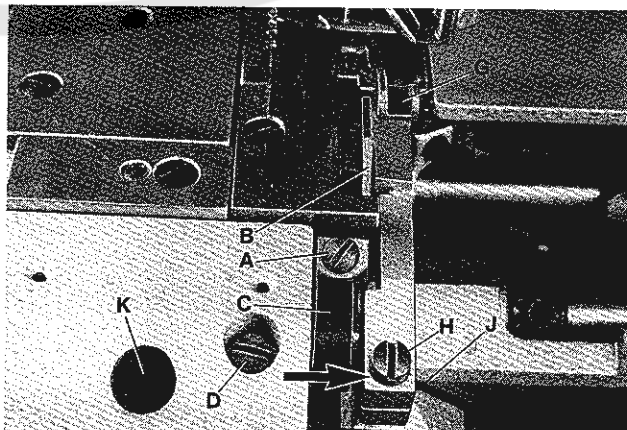
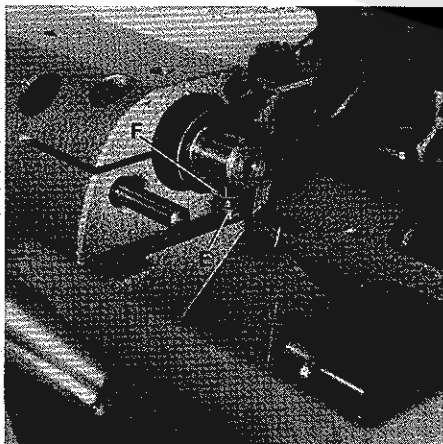
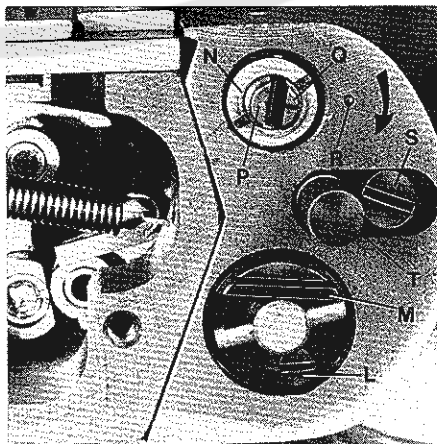

Fig.50
Fig. 51
Fig. 52
Remove the edge guide. Loosen screw (A, Fig. 50) in lower knife holder (C) and move lower knife (B) up or down until its cutting edge is parallel and flush with throat plate top surface. Retighten screw (A).
Note: Lower knife holder (C, Fig. 50) is set at the factory so the cutting edge of lower knife is parallel with top surface of throat plate.
When replacing the lower knife holder it has to be set accordingly. Loosen screw (D, Fig. 50) and turn lower knife holder (C) until the cutting edge of lower knife is parallel with top surface of throat plate. Secure this setting with stop screw (E, Fig. 51) and lock nut (F) in lower knife holder. Retighten screw (D, Fig. 50).
Loosen screw (D, Fig. 50) and align the width of trim to the right needle by moving lower knife holder (C) laterally. If this adjustment is obstructed by the upper knife (G), loosen screw (H) and move the upper knife to the right. Retighten screw (D) and also screw (H) if loosened, after setting the lower knife.
Check after making this setting, if the upper knife holder (J, Fig. 50) can be moved in direction of the arrow (see Fig. 50) against the pressure of the spring. If this is not possible, loosen screw (H) and move the upper knife holder (J) accordingly to the right. Retighten screw (H).
Remove the cylinder cover and loosen screw (L, Fig. 52). Adjust by means of stop (M) the highest obtainable throw of upper knife. Retighten screw (L) and rotate pulley until the upper knife is in its down position.
Entfernen Sie die Stoffkantenführung. Lösen Sie die Schraube (A, Fig. 50) im Untermesserhalter (C) und schieben Sie das Untermesser (B) nach oben oder unten bis die Schneide parallel und auf gleicher Höhe mit der Stichplattenoberfläche steht. Ziehen Sie die Schraube (A) wieder an.
Beachten Sie: Der Untermesserhalter (C, Fig. 50) wird im Werk so eingestellt, daß die Schneide des Untermessers parallel zur Stichplattenoberfläche steht.
Beim Austausch muß ein neuer Untermesserhalter entsprechend eingestellt werden. Lösen Sie die Schraube (D, Fig. 50) und drehen Sie den Untermesserhalter (C, Fig. 50) bis die Untermesserschneide parallel zur Stichplattenoberfläche steht. Sichern Sie diese Einstellung mit der Anschlagsschraube (E, Fig. 51) und der Kontermutter (F) im Untermesserhalter. Ziehen Sie die Schraube (D, Fig. 50) wieder an.
Lösen Sie die Schraube (D, Fig. 50) und richten Sie durch seitliches Verschieben des Untermesserhalters (C) die Abschnittsbreite zur rechten Nadel entsprechend aus. Wird diese Einstellung durch das Obermesser (G) behindert, lösen Sie die Schraube (H) und schieben das Obermesser nach rechts. Ziehen Sie nach der Einstellung des Untermessers die Schraube (D) und gegebenenfalls die Schraube (H) wieder an.
Prüfen Sie nach dieser Einstellung, ob sich der Obermesserträger (J, Fig. 50) in Pfeilrichtung (siehe Fig. 50) entgegen der Kraft der Andrückfeder bewegen läßt. Ist dies nicht möglich, lösen Sie die Schraube (H) und drücken den Obermesserträger (J) entsprechend nach rechts. Ziehen Sie die Schraube (H) wieder an.
Entfernen Sie den Zylinderdeckel und lösen Sie die Schraube (L, Fig. 52). Stellen Sie mit dem Anschlag (M) den größtmöglichen Hub des Obermessers ein. Ziehen Sie die Schraube (L) wieder an und bringen Sie durch Drehen am Handrad das Obermesser in die unterste Stellung.
Adjust the lateral cutting pressure by turning nut (N, Fig.52). Turning the nut clockwise increases the cutting pressure, turning it counterclockwise acts the reverse.
To adjust the shear angle loosen screws (H and K, Fig. 50). Set shaft (P, Fig.52) so, that mark (Q) on the shaft and mark (R) on cylinder are lined up.
Turning shaft (P, Fig.52) in direction of the arrow increases the shear angle, turning it against direction of the arrow decreases it. Retighten screws (H and K, Fig.50) and make sure that the settings described in paragraph "SETTING THE UPPER KNIFE" are not disturbed.
Remove cylinder cover. Loosen screw (S, Fig.52) and move push button (T) slightly back and forth until it engages as described. Retighten screw (S).
If it is not possible to engage the push button with this adjustment, loosen screw (L, Fig.52) and turn stop (M) clockwise until the push button engages. Retighten screw (L).
Der seitliche Schneiddruck wird durch Drehen der Mutter (N, Fig.52) eingestellt. Drehen der Mutter im Uhrzeigersinn erhöht den Schneiddruck, drehen im Gegenuhrzeigersinn vermindert ihn.
Zur Einstellung des Scherwinkels lösen Sie die Schrauben (H und K, Fig.50). Stellen Sie die Achse (P, Fig.52) so, daß sich die Markierungen (Q) auf der Achse und (R) am Zylinder gegenüberstehen.
Drehen der Achse (P, Fig.52) in Pfeilrichtung vergrößert den Scherwinkel, drehen in entgegengesetzter Richtung verkleinert ihn. Ziehen Sie die Schrauben (H und K, Fig.50) wieder an und beachten Sie, daß die im Abschnitt "EINSTELLUNG DES OBERMESSERS" beschriebenen Einstellungen erhalten bleiben.
Entfernen Sie den Zylinderdeckel. Lösen Sie die Schraube (S, Fig.52) und bewegen Sie den Druckknopf (T) leicht hin und her bis er wie oben beschrieben einrastet. Ziehen Sie die Schraube (S) wieder an.
Läßt sich der Druckknopf durch diese Einstellung nicht einrasten, lösen Sie die Schraube (L, Fig.52) und drehen den Anschlag (M) im Uhrzeigersinn bis der Druckknopf einrastet. Ziehen Sie die Schraube (L) wieder an.